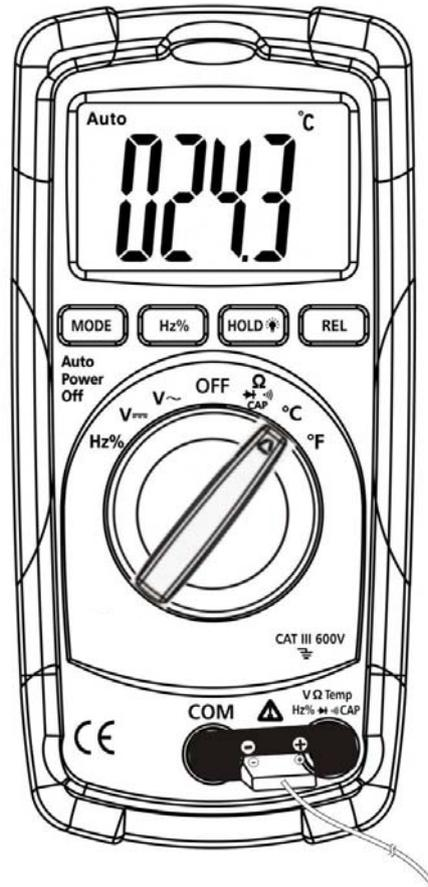

Fig. 8: Uso del instrumento en medida de Temperatura
2. Inserte el adaptador estándar en los terminales **VΩTempHz%CAP** (polaridad +) y **COM** (polaridad -) (ver Fig. 8)